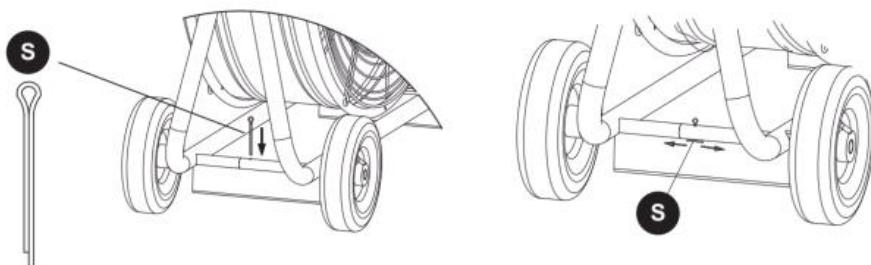

Fig. 2
2. Fixez les roues (B) en insérant une goupille fendue (S) dans le trou de l'arbre de roue et en repliant la goupille (fig. 2)